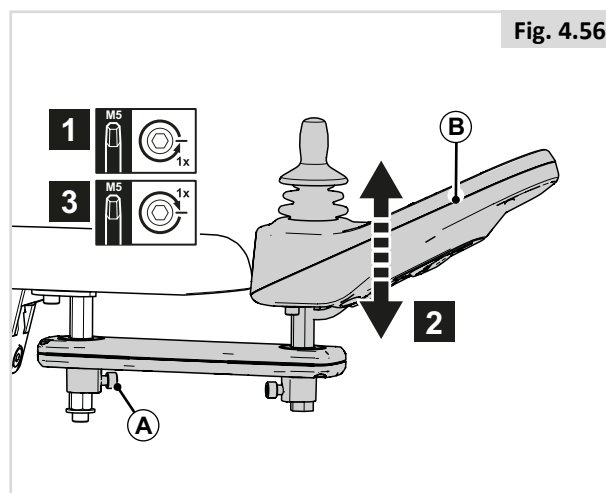
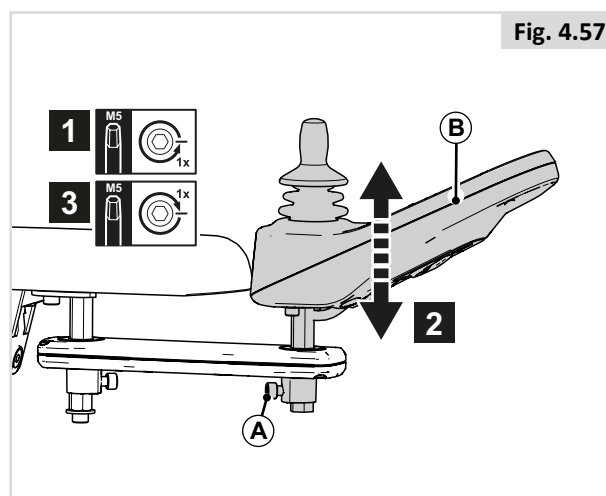

Fig. 4.56
Fig. 4.57
1. Afloje (A) una vuelta.
2. Ajuste (B) en la posición deseada.
3. Apriete (A).
### Altura del mando de control (1) (Fig. 4.56)
### Altura del mando de control (2) (Fig. 4.57)
1. Afloje (C) una vuelta.
2. Ajuste (D) en la posición deseada.
3. Apriete (C).